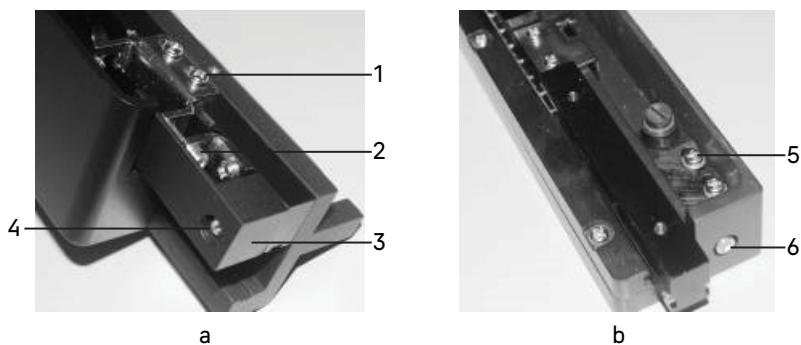

Рис. 18. Регулировка жесткости хода рукояток
2. Регулировка рукоятки продольного перемещения (рис. 18а): выверните винт 4 с крестообразным шлицем, снимите перегородку 3, слегка ослабьте винт 1 с крестообразным шлицем, отрегулируйте винт 2 ключом шестигранником.
3. Регулировка рукоятки поперечного перемещения (рис. 18б): слегка ослабьте винт 5 с крестообразным шлицем, отрегулируйте винт 6 ключом шестигранником.